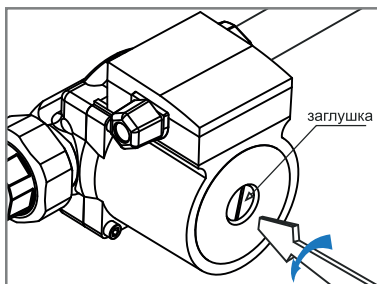

Рис.8. Удаление воздуха из корпуса насоса
2. Выкрутить винт и снять заглушку (**см. Рис.8**) для удаления воздуха, защитив электрические части от попадания жидкости или пара.